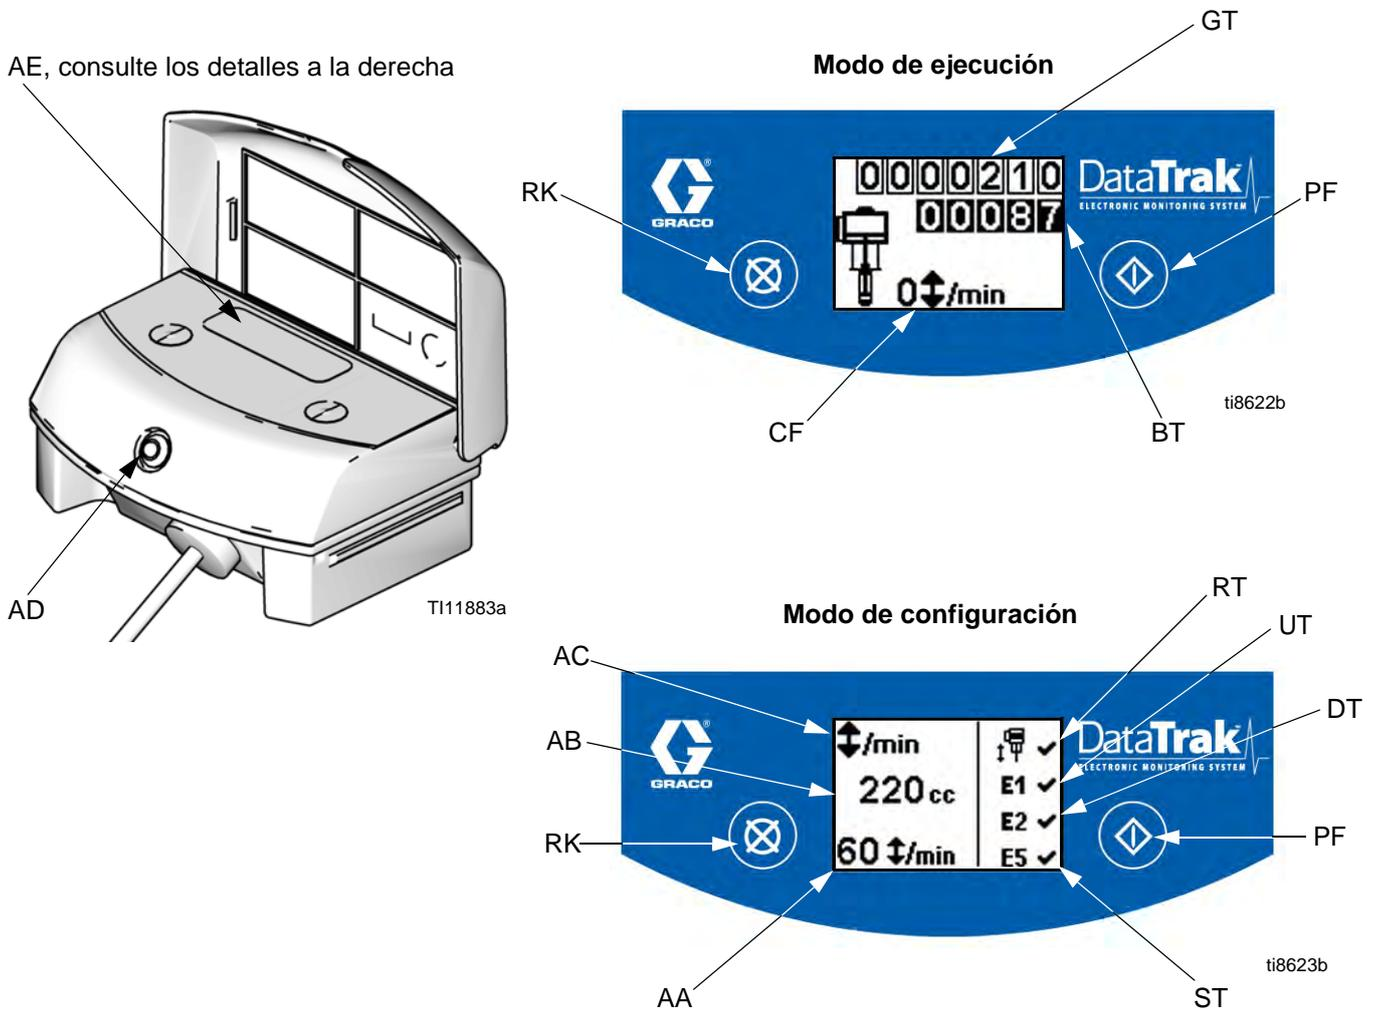

FIG. 9. Controles e indicadores de DataTrak
## Leyenda para FIG. 9
1. Consulte la FIG. 9. Pulse y mantenga presionado  durante 5 segundos hasta que aparezca el menú Configuración.
**NOTA:** Cuando se produzca un embalamiento, se activarán las opciones de error E1, E2 y E5 y en la pantalla de configuración aparecerá una . Consulte la FIG. 9.
1. Consulte la FIG. 9. Si se produce embalamiento de la bomba, se accionará el solenoide de embalamiento y la bomba se parará. El LED (AD) destellará y la pantalla (AE) indicará una condición de embalamiento (consulte la Tabla 1). La pantalla hará un ciclo a través de seis pantallas de instrucciones.
2. Pantallas de embalamiento 1 y 2: Para restablecer en cero el solenoide de embalamiento, cierre la válvula de aire maestra (U). Espere a que el aire se haya purgado completamente del motor neumático.
5. Abra la válvula de aire maestra (U) para volver a poner en marcha la bomba.
**NOTA:** Para inhabilitar la supervisión de embalamiento, vaya al modo Configuración y configure el valor de embalamiento en 0 (cero) o conmute (RT) a OFF  (consulte la FIG. 9).
1. Consulte la FIG. 9. Para ingresar al modo Cebado/lavado, pulse cualquier tecla para activar la pantalla, luego pulse . Aparecerá el símbolo de cebado/lavado en la pantalla y el LED destellará
2. Mientras esté en modo Cebado/lavado, se inhabilita la protección contra embalamiento y el totalizador de lote (BT) no contará. El totalizador global (GT) continúa contando.
Consulte la FIG. 9. El último dígito del totalizador de lote (BT) representa décimos de galón o litros. Para restablecer en cero el totalizador, pulse cualquier tecla para activar la pantalla y después pulse y mantenga presionado  durante 3 segundos.
Consulte la FIG. 9. La pantalla (AE) se apagará después de 1 minuto de inactividad en modo Ejecución o de 3 minutos en modo Configuración. Pulse cualquier tecla para activar la pantalla.
**NOTA:** La pantalla (AE) se puede apagar si se aplica una descarga estática de alto nivel a DataTrak. Pulse cualquier tecla para activar la pantalla.
DataTrak puede diagnosticar diversos problemas de la bomba. Cuando el monitor detecta un problema, el LED (AD, FIG. 9) destellará y aparecerá en la pantalla un código de diagnóstico. Consulte la Tabla 1.